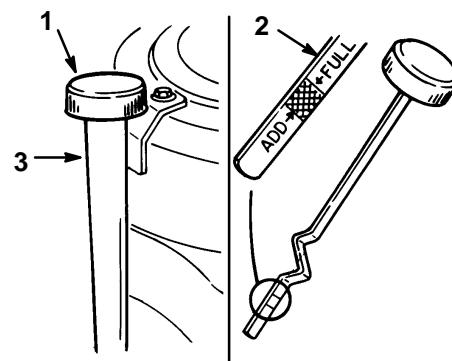

Abbildung 20
2. Bereich um den Ölmeßstab herum reinigen, (Abb. 20) damit kein Schmutz in den Einfüllstutzen gelangen und so den Motor beschädigen kann.
3. Ölmeßstab herausdrehen und das Metallende abwischen (Abb. 20).
4. Ölmeßstab ganz in den Einfüllstutzen einführen, aber nicht zudrehen (Abb. 20). Den Ölmeßstab wieder herausziehen und Ölstand kontrollieren. Ist der Ölstand zu niedrig, nur soviel Öl nachfüllen, bis die Markierung FULL am Ölmeßstab erreicht ist.
5. Langsam etwa 80% der auf Seite 27 angegebenen Ölmenge in den Einfüllstutzen füllen (Abb. 20). Nun den Ölstand prüfen; siehe "Ölstandskontrolle", Seite 27. Dann nochmals langsam Öl einfüllen, bis die FULL-Markierung am Ölmeßstab erreicht ist.